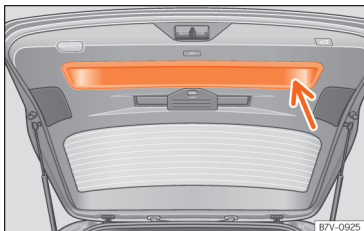

Abb. 103 Offene Heckklappe: Griffmulde zum Zuziehen.
- In die Griffmulde in der Innenverkleidung der Heckklappe fassen »» **Abb. 103** (Pfeil).